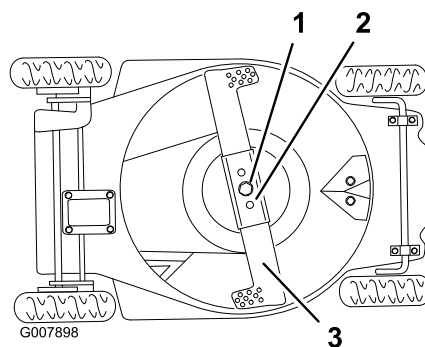

Figura 30
2. Inclinate il tosaerba sul lato **sinistro** (Figura 30).
2. Togliete il bullone della lama, la rondella di bloccaggio, la lama e il rinforzo della lama (Figura 30).